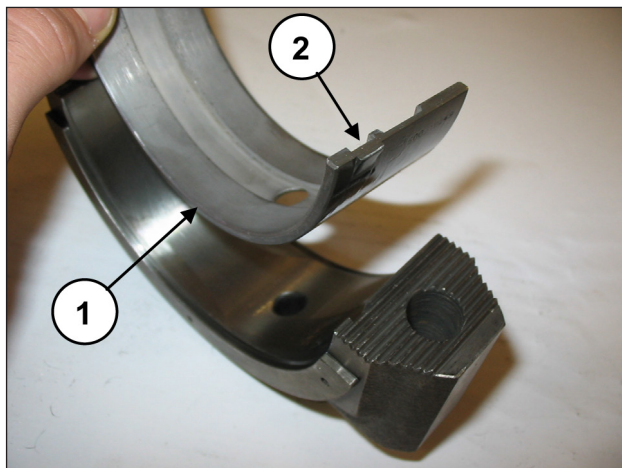

Fig. 83
Applicare i semicuscinetti inferiori ai cappelli (pos. ①, Fig. 83) assicurandosi che la linguetta di riferimento dei semicuscinetti venga posizionata nell'apposito alloggiamento sul cappello (pos. ②, Fig. 83).